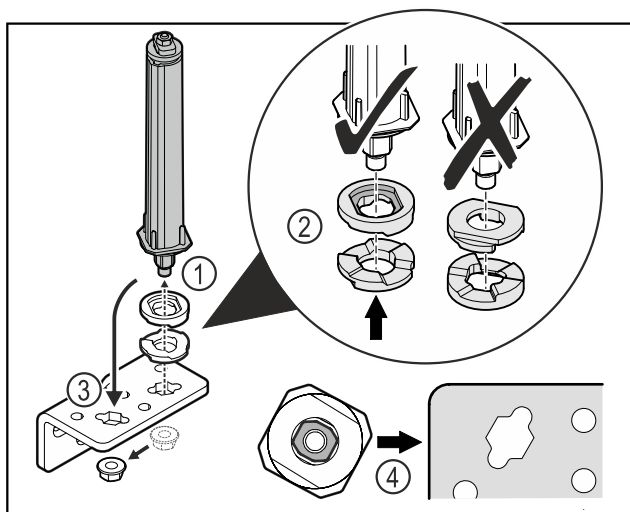

Fig. 42
- Povolte matici a odstraňte uzavírací systém dvířek Fig. 42 (1).
- Dbejte na správné vyrovnaní výškově stavitelných podložek Fig. 42 (2).
- Přesaďte uzavírací systém dvířek v úhelníku závěsu a upevněte jej maticí Fig. 42 (3).
- Při nasazování dbejte na správné vyrovnaní uzavíracího systému dvířek Fig. 42 (4).